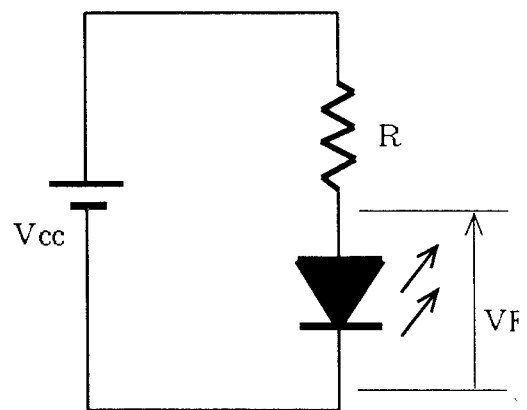

図9-1 LED駆動回路
発光ダイオードの光出力は、電流 (LED順電流 : I_F) に依存しているため、順電流のON, OFFによって光出力をコントロールすることができます。発光ダイオードの点灯方法は①直流点灯②交流点灯③パルス点灯等ありますが、今回は直流点灯について説明します。図9-1は、直流電源 (電池等) を用いて点灯させる基本回路です。